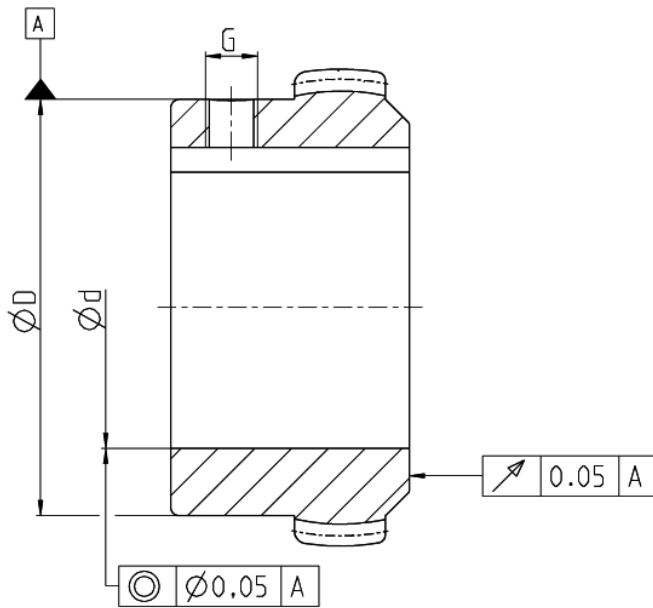

Abbildung 7.3: Vorgaben für Form- und Lagetoleranz der Bohrung
- die Form- und Lagetoleranzen nach DIN ISO 286 eingehalten werden (siehe hierzu die Abbildung 7.3).